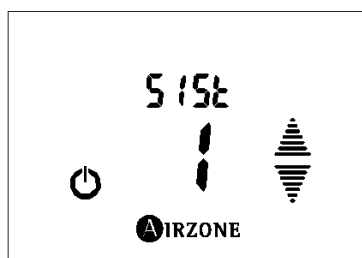

Fig. 33
- **Dirección de sistema 515t:** Esto permite definir el número del sistema en su instalación. Por defecto muestra el valor 1. Para modificar el valor de la dirección pulse **AIRZONE**, el valor de dirección del sistema se pondrá a parpadear, esto indica que podemos modificar el valor (Fig.33). Utilice las flechas ▲▼ para modificar la dirección. El sistema mostrará los valores de dirección libres con un valor máximo de 247. Una vez seleccionado el valor correcto pulse **AIRZONE** para confirmar.